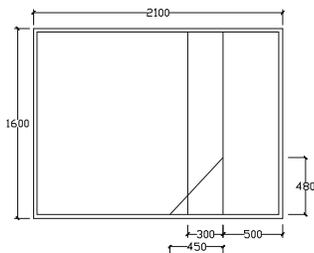
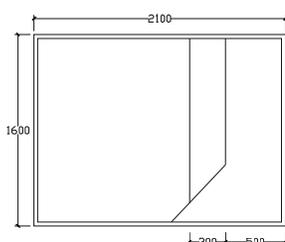

图 3-1-22
图 3-1-23
**STEP 03** 使用绘制直线命令 LINE，绘制三条直线如图 3-1-22 所示。
**STEP 04** 使用修剪命令 TRIM 对如图 3-1-22 所示的图形进行修剪，如图 3-1-23 所示。